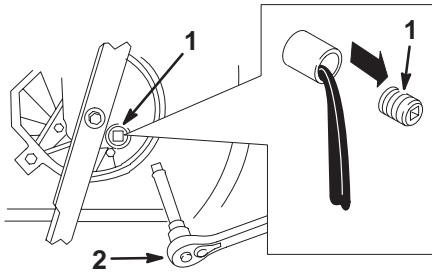

Figure 21
5. Enlevez le bouchon de vidange, remettez la tondeuse dans sa position normale de fonctionnement et laissez l'huile s'écouler dans le bac de vidange (Fig. 21).